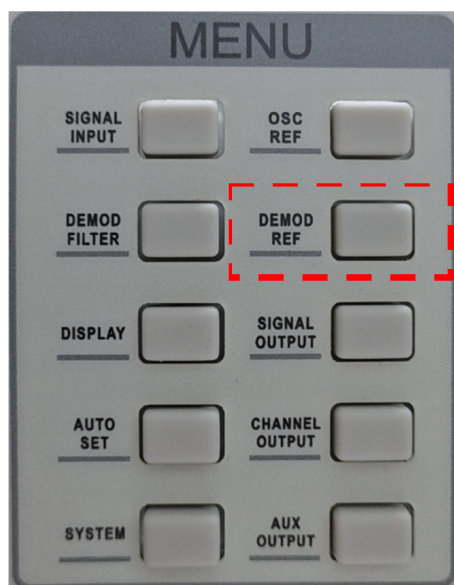

图 102. [DEMOD] 子菜单位置
4. 按下前面板 [DEMOD REF] 按键（图102所示）进入子菜单。